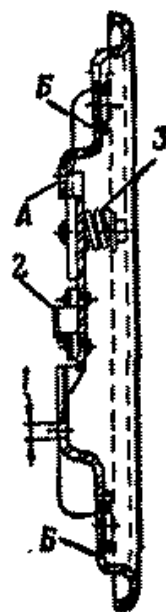

Рис. 179. Щит тормоза в сборе
10. Щит тормоза в сборе (рис. 179)